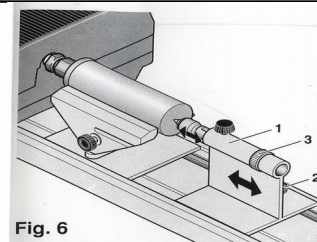

Fig. 6
5. Împingeți centrarea 1 (Fig. 6) în capatul piesei și fixați bine de baza cu ajutorul surubului 2.